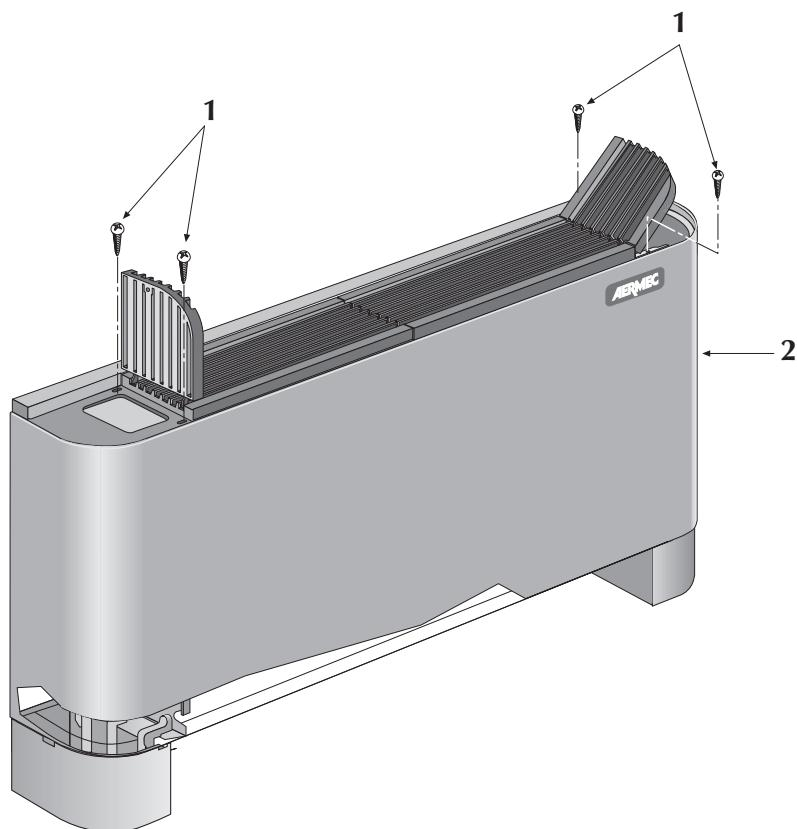

Fig. 1
per versione FCX - A estrarre il filtro dell'aria, togliere le quattro viti (1 fig. 1) che fissano il mantello al frutto e sfilare il mantello di copertura (2), avendo cura prima di staccare la sonda temperatura ambiente se presente.
FCX - A version: extract the air filter by removing the four screws (1 fig. 1) securing the cover to the contact block, then slide out the cover (2) (after having disconnected the ambient temperature sensor, if present);
pour version FCX - A, extraire le filtre de l'air, retirer les quatre vis (1 fig. 1) fixant la carrosserie au châssis et ôter la carrosserie (2), en ayant soin de détacher d'abord la sonde de température ambiante (si elle est présente);
bei Version FCX - A den Luftfilter entnehmen, die vier Schrauben lösen (1 Abb. 1), die die Abdeckplatte an der Anschlußhalterung befestigen und die Abdeckplatte (2) herausnehmen. Falls erforderlich, zuvor den Raumtemperaturfühler (falls vorgesehen) trennen.